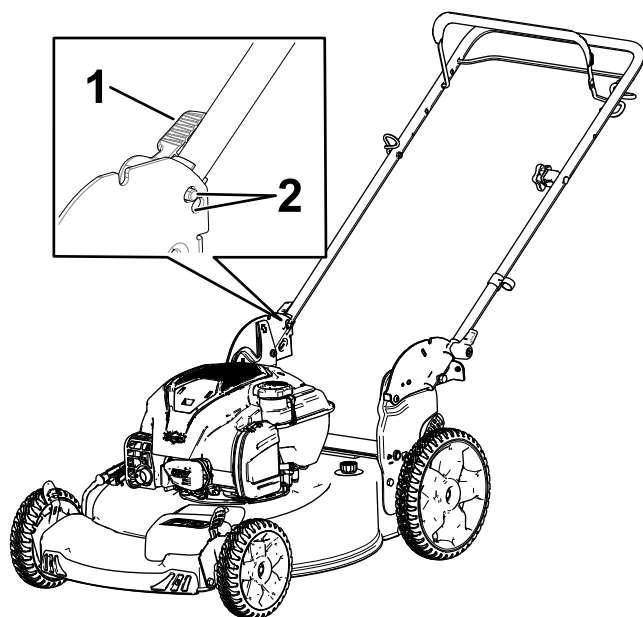

Figure 4
2. Actionnez le verrou du guidon (Figure 4) jusqu'à ce que la goupille s'enclenche en place et verrouille le guidon en position d'utilisation.